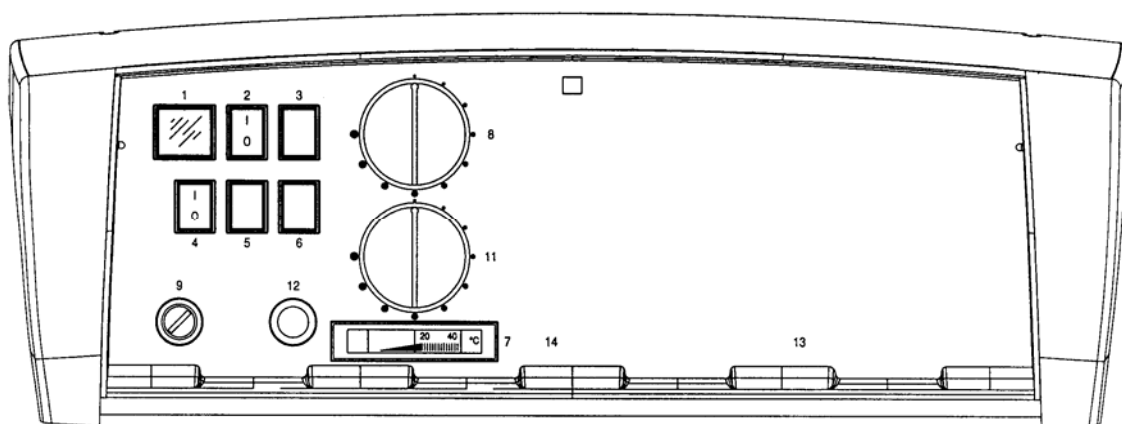

Рис. 3
3.4 ПАНЕЛЬ УПРАВЛЕНИЯ REX/REX F/REX K/REX K F/STR (Рис. 3)